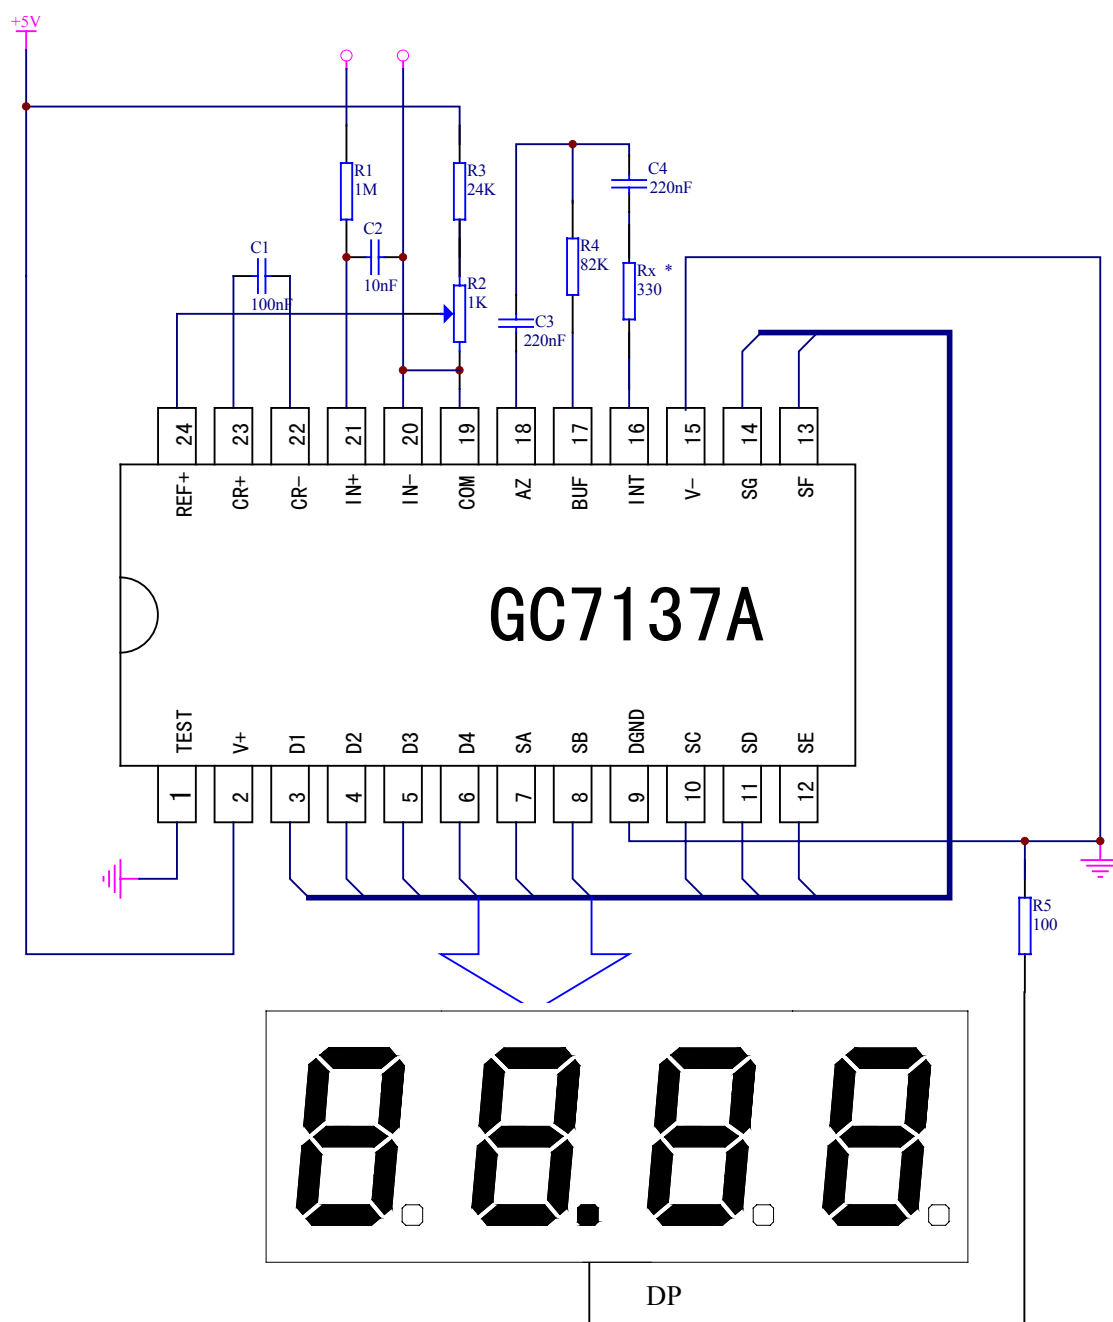

图 4A
GC7137A 可工作于单电源 4.5V-6.0V，双电源 $\pm 4.5V$ 到 $\pm 6V$ 。用户可根据测量信号的参考点的位置来选择供电方式。对于必须和信号输入共地的应用，就必须选用双电源供电方式。两种电源的应用原理图参见图 4A 和 4B。
3、图 4A 和 4B 管脚 1 分别都接地。